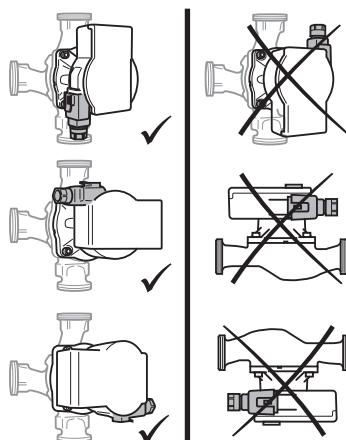

Fig. 2: Vgradni položaji
- Izberite mesto vgradnje v skladu z dopustnim vgradnim položajem (Fig. 2).